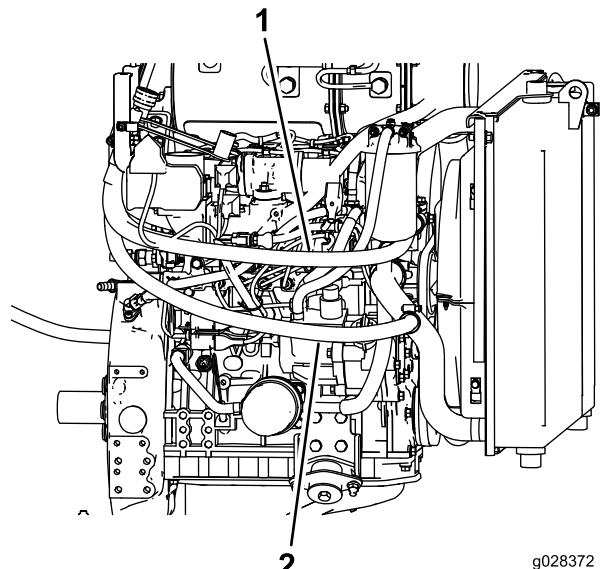

Figura 19
- Enrute la manguera a través del motor (Figura 19).